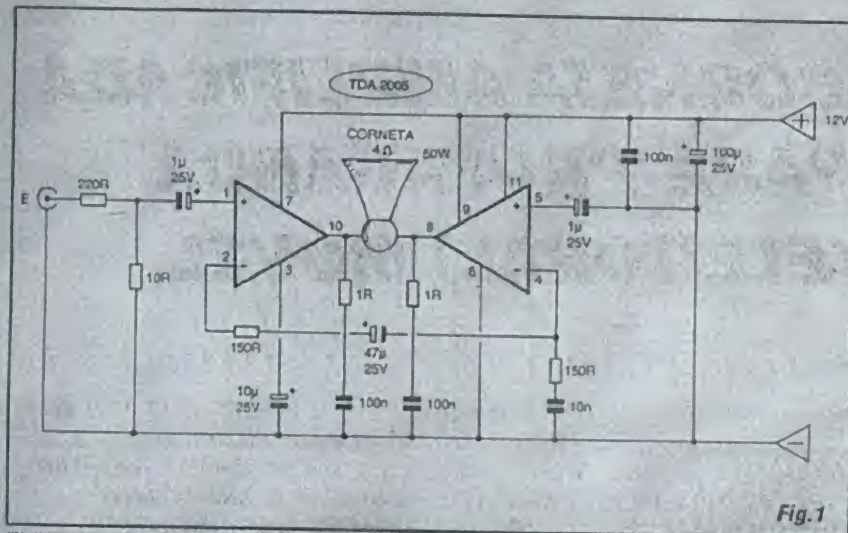

Fig. 1
- FIG. 1 - DIAGRAMA ESQUEMÁTICO DO CIRCUITO - Todo o "trabalho pesado" (coisa que político *não gosta*...) é feito por um único Integrado amplificador de áudio, código TDA 2005 (ou LM2005, podendo, dependendo do fabricante, ter as "letras iniciais" ainda em outras configurações, mas sempre seguidas do código numérico "2005"...), que contém, na verdade, *dois* amplificadores independentes... Estes podem ser arranjados num sistema realmente duplo, para a confecção de um módulo *estéreo* ou (como é o caso na CAPEM...) circuitados em *ponte*, com o que se obtém (com o auxílio de pouquíssimos componentes passivos externos, capacitores e resistores...) um poderoso amplificador *mono*! Esse Integrado foi especialmente desenvolvido para aplicações automotivas, com o que a alimentação de 12 VCC é, para ele, algo absolutamente "natural", facilitando ainda mais as coisas... Além disso, como a estrutura de cada um dos amplificadores internos do 2005 é parecida com a de um Operacional "clássico", com o "velho" 741 (apenas que para uma Potência de Saída  *muito*  mais "brava"...), basta "cruzar" convenientemente suas Entradas Inversoras e Não Inverso-